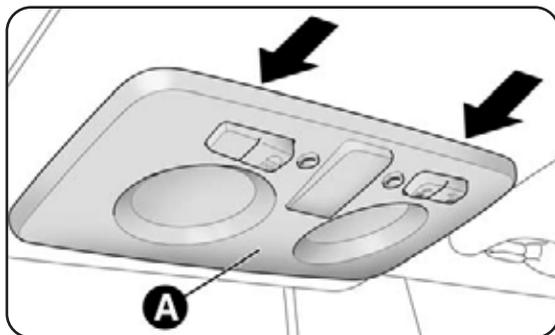
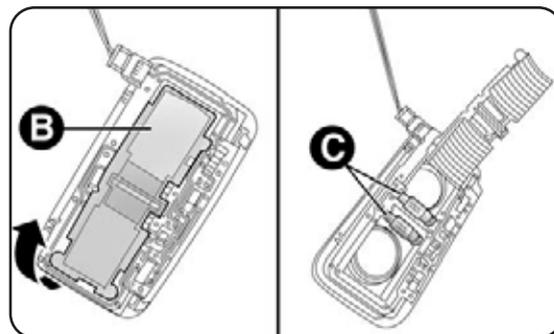

fig. 31
fig. 32
- remover o plafonier A-fig. 31 actuando nos pontos indicados pelas setas;
- abrir a portinhola B-fig. 32 substituir as lâmpadas C desprendendo-as dos contactos laterais. Certicar-se portanto que as novas lâmpadas resultem correctamente bloqueadas entre os próprios contactos;
- voltar a fechar a portinhola B-fig. 32 e fixar o plafonier A-fig. 31 na sua sede certificamdo-se do efectivo bloqueio.